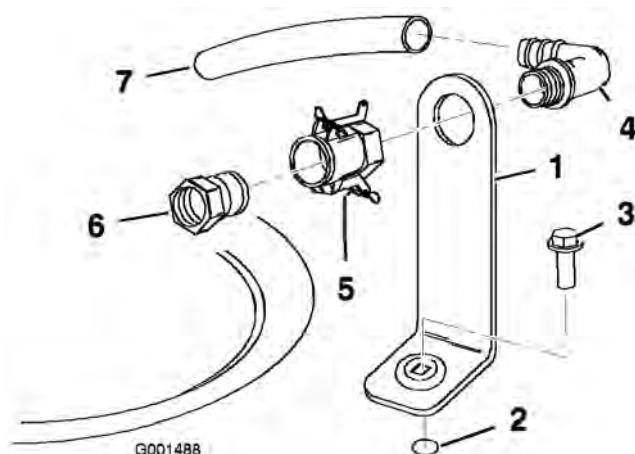

図 3
- タンクに開けてあるネジ穴に合わせて補給口ブラケットをセットし、フランジヘッド・ボルト（5/16 x 3/4 インチ）で固定する（図 3）。
- 90度エルボのネジ切りしている側をブラケットに通し、クイック・カップラでブラケットに固定する（図 3）。
- クイック・カップラにホース・アダプタを取り付ける（図 3）。
- カップラについているレバーをアダプタ側に倒してロックし、ヘアピンコッターで固定する（図 3）。
- 90度エルボに逆流防止ホースを取り付ける（図 3）。